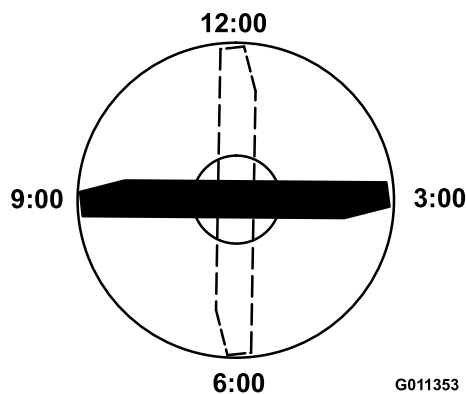

Figure 63
4. Positionnez le tranchant de l'extrémité marquée à la position 12 heures (droit devant dans la direction de la tonte) (Figure 63) et mesurez la hauteur de la surface plane au tranchant de la lame.
5. Tournez l'extrémité marquée de la lame aux positions 3 et 9 heures (Figure 63) et mesurez les hauteurs respectives.